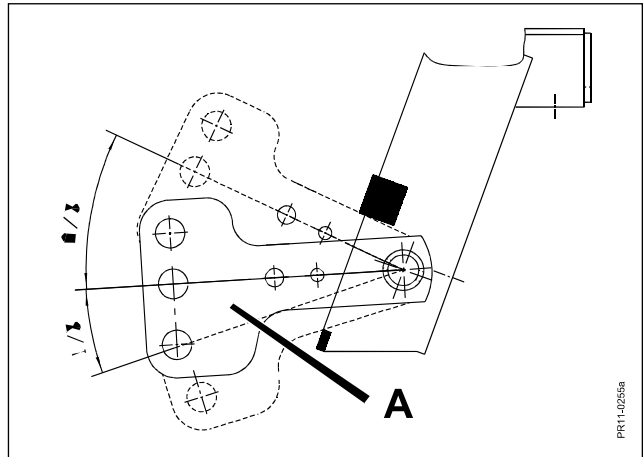

Fig. 3-5
**Fig. 3-5** Liften hæves/sænkes til at vippen **A** ved venstre liftarm så vidt muligt kan bevæge sig 1/3 nedad og 2/3 opad. Indstil traktorens lift så denne højde let kan genfindes. Hvis liftene ikke er god, anvendes holdekæde 4220-8001(ekstraudstyr).